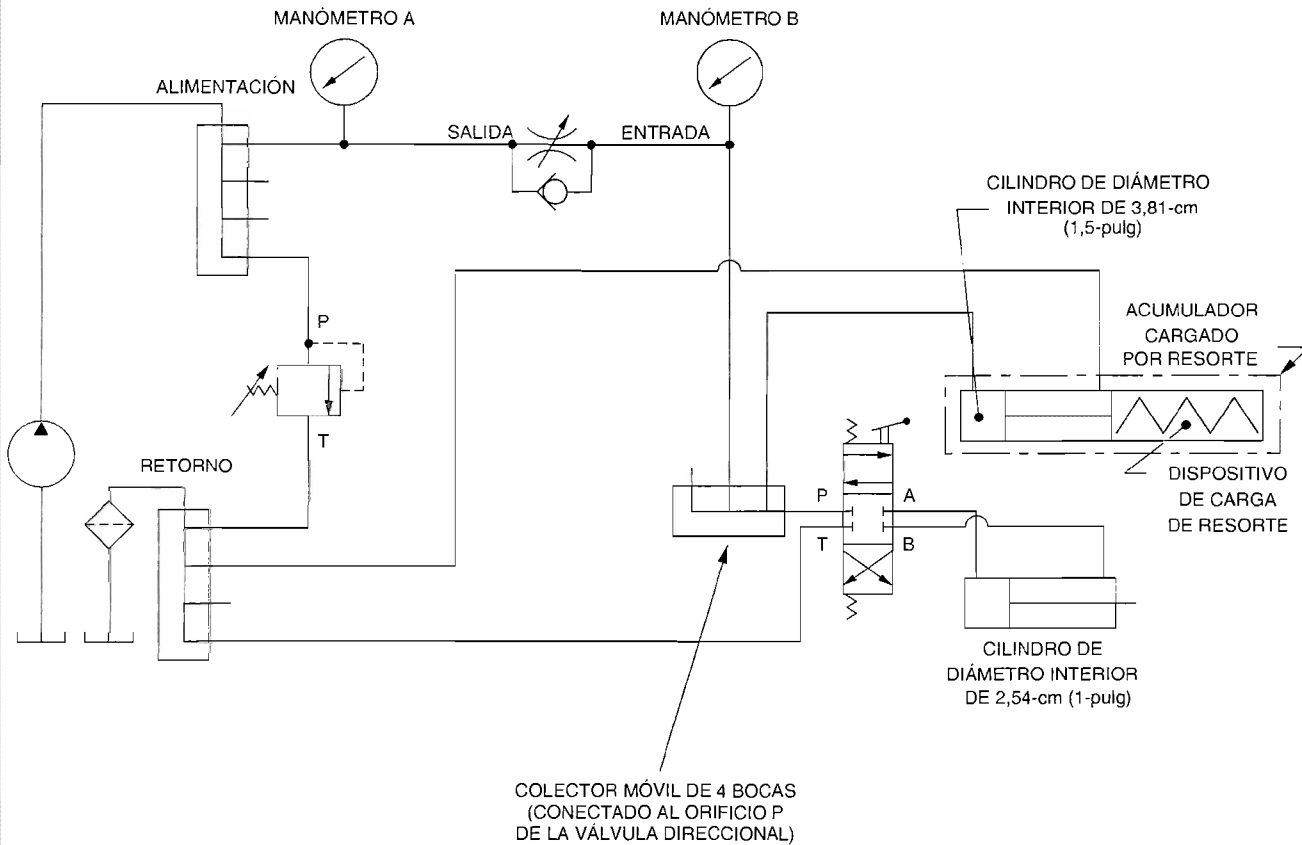

Figura 4-6. Acumulador utilizado como una fuente de alimentación de emergencia.
- 16. Conecte el circuito mostrado en la Figura 4-6.
Nota: Si los vástagos de los cilindros no están completamente retractados, no conecte el circuito de la figura 4-6. En cambio retracte el vástagos de cada cilindro hidráulicamente, utilizando el circuito de actuación del cilindro mostrado en la figura 2-10. Una vez que los vástagos de los cilindros estén completamente retractados, conecte el circuito de la figura 4-6.